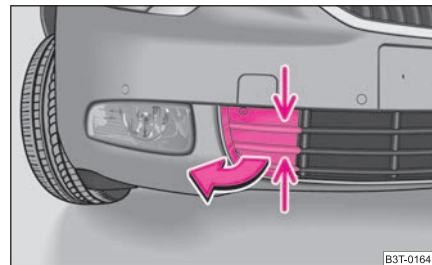

Fig. 220 Paragolpes delantero: rejilla protectora
- Coja la rejilla por los puntos indicados por unas flechas ⇒ fig. 220 y sáquela.